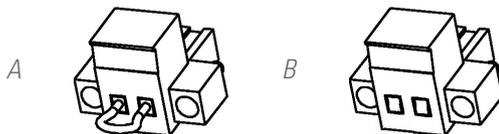

Abb. 19. Stecker für den externen Not-Aus-Schalter.
- Sobald der Anschlussstecker aus der Steckdose, in der er eingesteckt ist, herausgezogen wird. Dieser Stecker ist an einem Kabel als eine Art Brücke, die den Stromkreis schließt, angeschlossen [siehe Abb. 19-A].
- Oder, wenn der externe Schalter des Geräts und des Benutzers, der zwischen den Anschlüssen des Steckers installiert ist, betätigt wird [siehe Abb. 19-B]. Der Anschluss am Schalter muss mit einem normalerweise geschlossenen Kontakt -NC- ausgestattet sein, der den Stromkreis öffnet, wenn er betätigt wird.